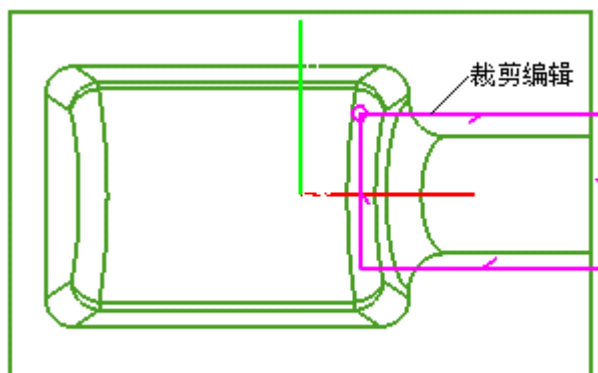

图 5-29
- 单击  验证刀轨，单击 **Compare 比较**，加工结果如图 5-29 所示：由于刀具尺寸较大，有区域未切削到，单击 **OK** 继续。